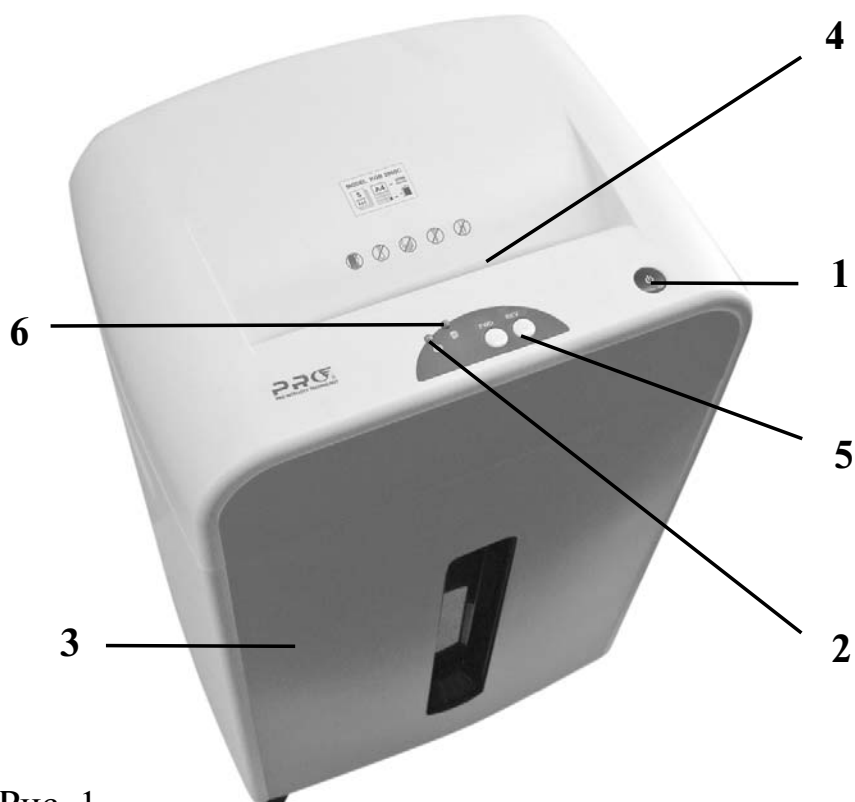

Рис. 1
2. Включите уничтожитель с помощью выключателя питания Рис.1 п.1, при этом должен загореться индикатор питания Рис.1 п.2.